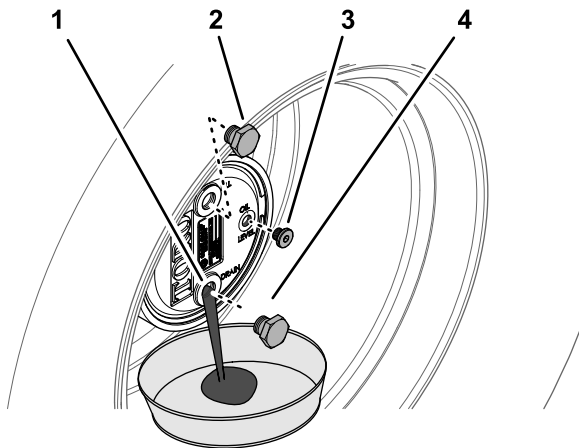

Figure 105
- Enlevez le bouchon de remplissage de la position 12 heures et le bouchon de contrôle de la position 3 heures (Figure 105).
- Placez un bac de vidange sous le moyeu du train planétaire, enlevez le bouchon de vidange à la position 6 heures et vidangez toute l'huile (Figure 105).
- Insérez le bouchon de vidange dans l'orifice de vidange du carter de train planétaire (Figure 105).